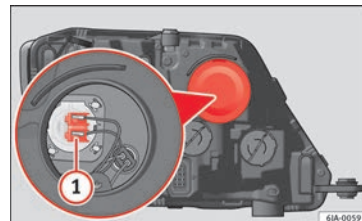

Fig. 145 Substituição da lâmpada dos máximos.
- Extraia o conector » **Fig. 145** ① puxando para fora.